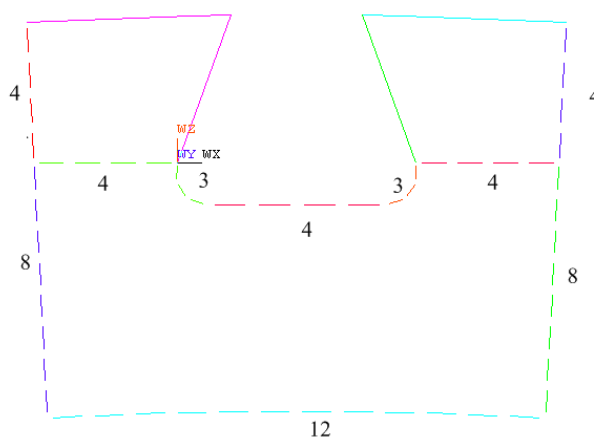

Рис. 7.15. Количество элементов по торцевой поверхности
3) Задайте количество элементов по линиям так, как указано на рис. 7.15 и 7.16: **PrPr** → **Meshing** → **Size Cntrls** → **Lines** → **Picked Lines**.
5) Разбейте нижнюю торцевую поверхность A105 (рис. 7.15) неупорядоченной сеткой конечных элементов: **PrPr → Meshing → Mesh → Areas → Free**. На основе этой сетки будет создаваться объемная сетка КЭ